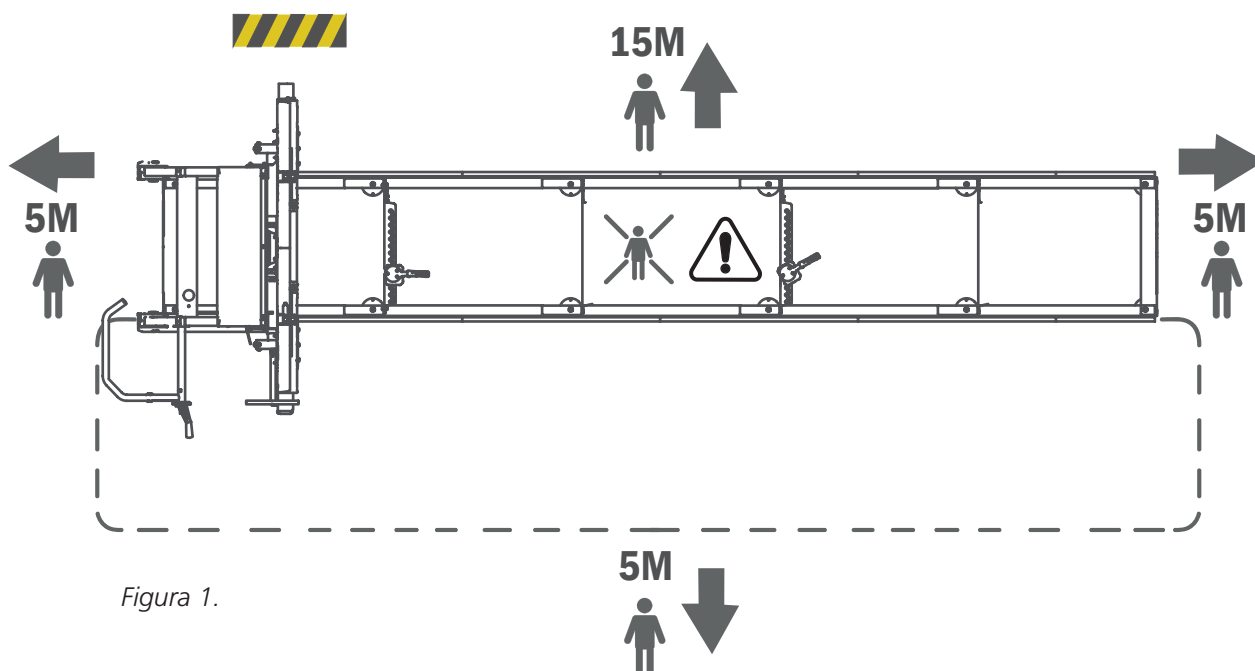

Figura 1.
-  La distancia mínima de seguridad alrededor del aserradero de cinta se muestra en la figura 1. Tenga en cuenta que la distancia de seguridad en el lado izquierdo del aserradero de cinta es de 15 m, ya que, en caso de rotura de la cinta de sierra, existe el riesgo de que salgan despedidos fragmentos de la misma a través del conducto de aserrín. La zona de peligro en los demás lados alcanza los 5 m de distancia (figura 1).